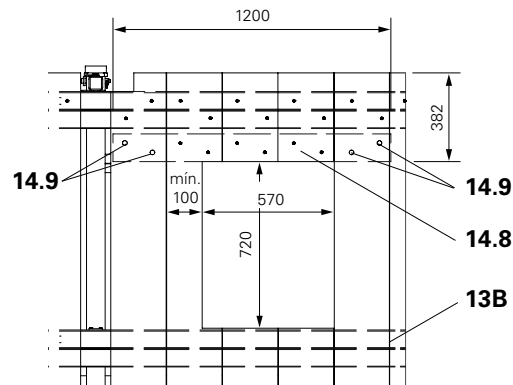
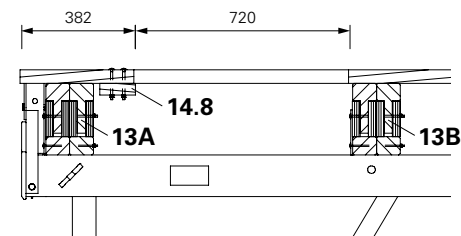

Fig. A2.03
Fig. A2.04
- Dos maderas escuadradas (14.8) por vez se atornillan con los tablonos pasantes de la plataforma. Tornillo de cabeza plana DIN 603 M8 x 100 MU (14.9) con arandela ISO 7094 100 HV A8. (Fig. A2.03 y Fig. A2.04)